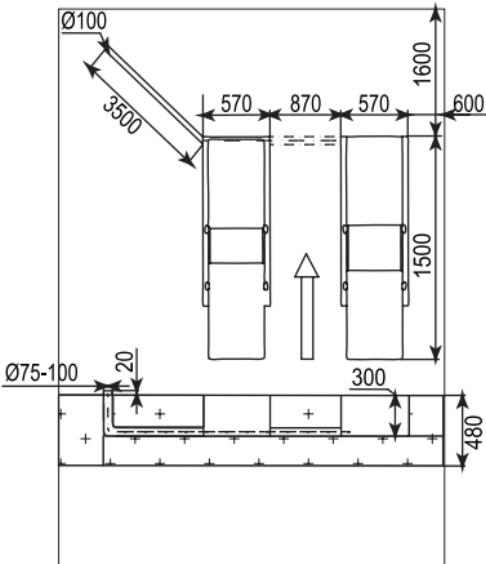

Рисунок 5. Фундамент подъёмника.
1. Для установки подъёмника подготовьте приямок, размеры которого указаны на (рис. 5). Марка используемого бетона - не ниже М300, толщина бетона - не менее 800 мм. Минимальная толщина армированной части пола - 300 мм. Армирующая сетка должна быть изготавлена из проволоки диаметром 4 - 6 мм, сваренной электросваркой. Величина ячейки - 150 мм. Допуски на установку:  $\pm 1$  мм - по длине/ширине подъёмника. Минимальная высота рабочей зоны - 5 м. К месту установки подъёмника должно быть подведено 3-х фазное питание с напряжением 380В/50 Гц при помощи 4-х жильного кабеля (3 фазы + заземление). Каждая жила должна иметь сечение не менее 2,5 мм.